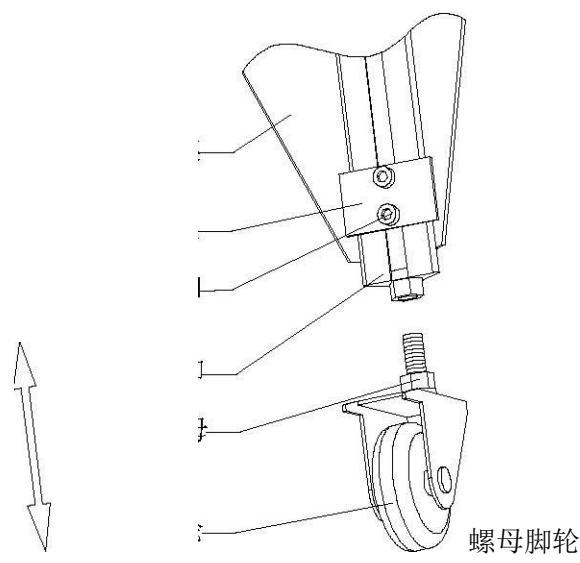

图2
3.1 机台高度调整松开螺钉b31,支脚上下滑动可调整机台高度。（见图2）连